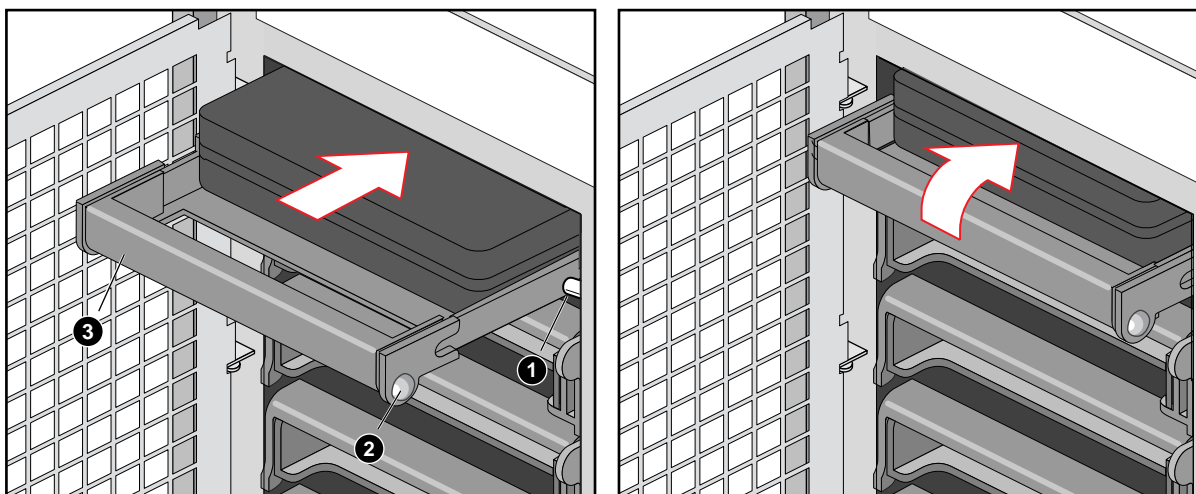

Figura 5-3 Instalación de una nueva unidad
9. Empuje suavemente la nueva unidad dentro del módulo. Para enganchar el sujetador, el asa del soporte debe estar aproximadamente a un ángulo de 45° con respecto a la vertical de la parte frontal del chasis. A medida que introduzca la unidad dentro del módulo, las dos muescas circulares del asa del soporte entran en las dos clavijas circulares que se encuentran dentro del módulo de la unidad (véase la Figura 5-3). Una vez que se acoplen, empuje el asa hacia arriba para inmovilizar las muescas dentro de las clavijas y presione el pasador circular que está a la derecha del soporte hacia la izquierda hasta que despeje el borde del módulo y encaje en su lugar.